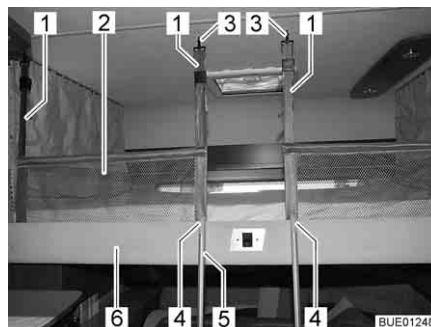
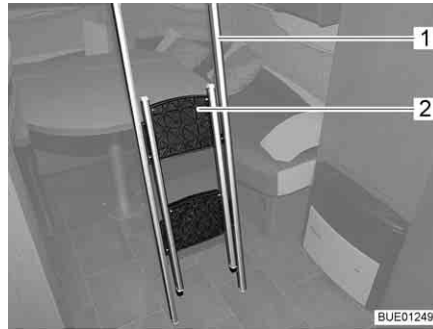
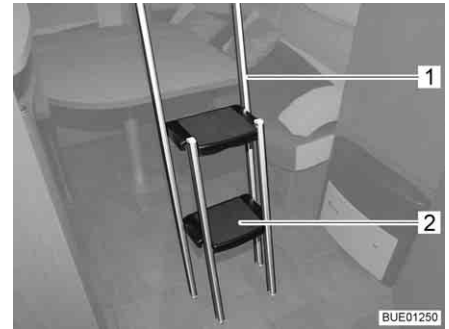

Fig. 75 Lit escamotable avec filet de sécurité tendu
Fig. 76 Échelle de montée repliée
Fig. 77 Échelle de montée dépliée
Le filet de sécurité (Fig. 75,2) avec les sangles de sécurité se trouve dans le lit escamotable sous le matelas. Ne tendre le filet de sécurité qu'une fois que les personnes se trouvent dans le lit escamotable.
- Suspendre les sangles de sécurité (Fig. 75,1) aux crochets (Fig. 75,3) situés au plafond.
- Accrocher l'échelle de montée (Fig. 75,5) à la barre-pognée (Fig. 75,4) du lit escamotable à l'aide des deux étriers (Fig. 75,6).
- Saisir la partie repliée (Fig. 76,2) de l'échelle de montée (Fig. 76,1) par le bord supérieure et la déplier jusqu'à ce que les quatre pieds reposent bien sur le sol (Fig. 77).
- Replier les marche-pieds (Fig. 77,2).
- Décrocher l'échelle de montée (Fig. 77,1) de sur la barre-pognée (Fig. 75,6) du lit escamotable.